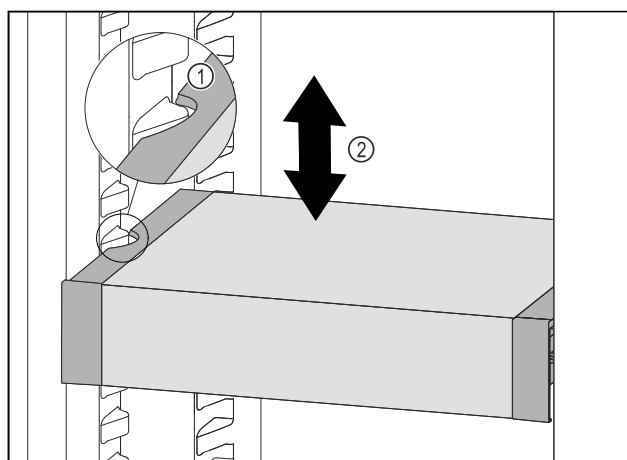

Fig. 137
- Trekk VarioSafe forover, til utsparingene på sidene av VarioSafe er på nivå med rillene i kjøleskapet. Fig. 137 (1)
- Flytt VarioSafe oppover eller nedover i kjøleskapet, til ønsket høyde er nådd. Fig. 137 (2)